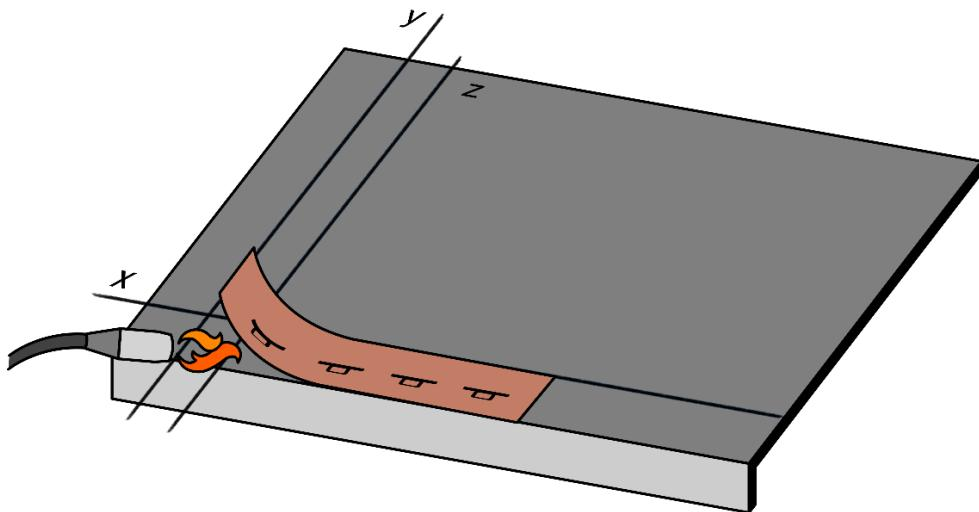

Fig. 16 – Installazione fila di partenza a fiamma
- Fissare le tegole della fila di partenza alla membrana usando la fiamma del cannetto e sollevando un lato per volta della tegola con apposito strumento. Orientare la fiamma verso la membrana, in modo da portare a fusione solo quest'ultima. La parte retrostante della tegola sarà portata solo in temperatura – vedi Fig. 16. Abbassare quindi la tegola canadese e premere la stessa (ad esempio facendo pressione con un piede), per aiutare la compenetrazione dei bitumi dei due elementi: tegola e membrana.